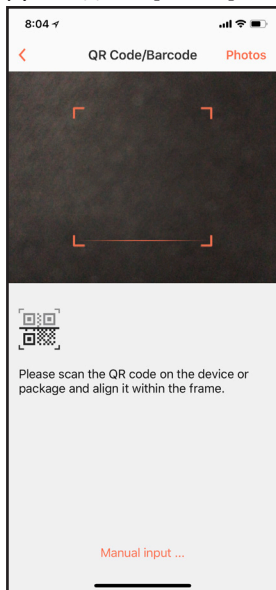

Рис. 5
3. Отсканируйте QR-код с нижней части пылесоса-робота EXVAC680S или из данного руководства [Рис. 5].